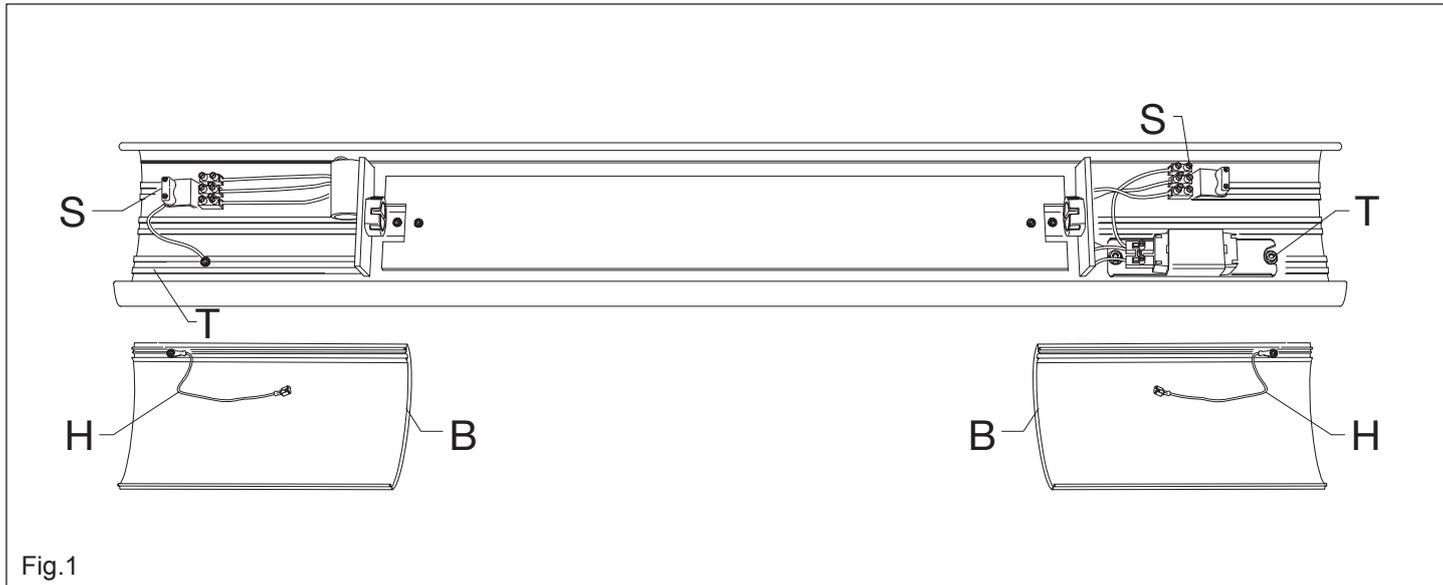

Fig.1
- Appoggiare l'apparecchio privo di imballo a terra o su un tavolo o altro piano di appoggio (fig. 1).